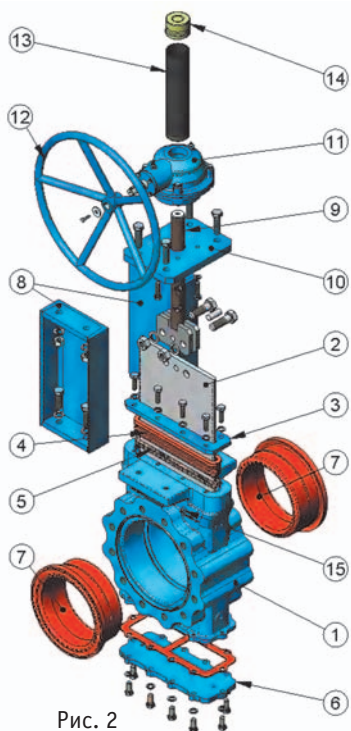

Рис. 2
**СПИСОК СТАНДАРТНЫХ КОМПОНЕНТОВ (Рис. 2)**